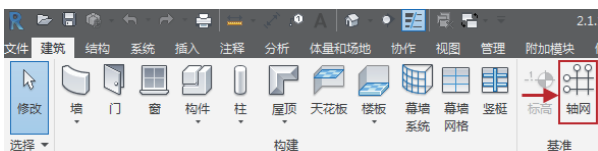

图2-1 单击按钮
- 命令按钮：选择“建筑”选项卡，在“基准”面板中单击“轴网”按钮，如图2-1所示。